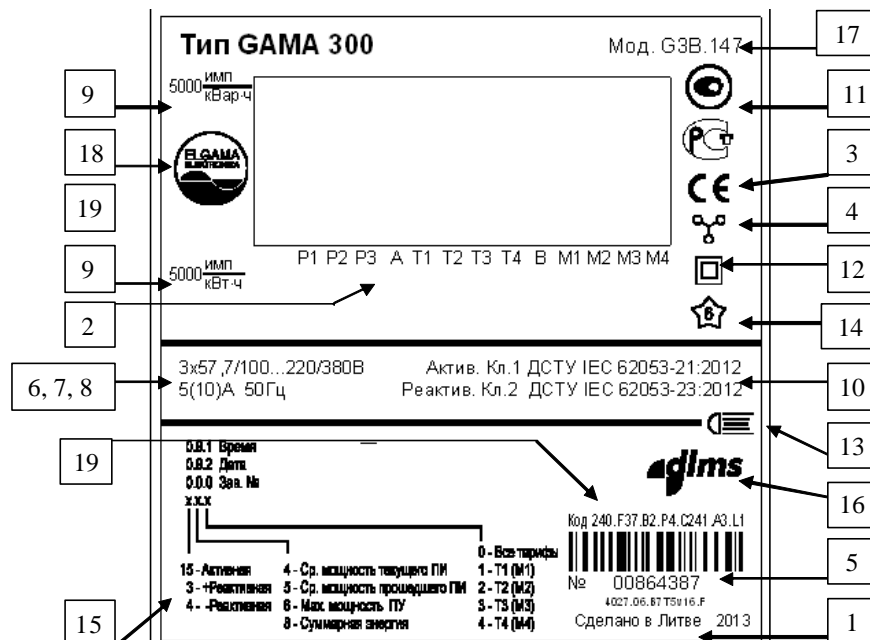

Рис. 3: Щиток счетчика G3B
В коде заказа указывается, какой резервный источник питания имеется в счетчике (Рис. 3). Заменяемая батарея вмонтирована в верхнем правом углу счетчика под силиконовой защитой. Пломбируемые дверки батареи расположены в верхнем правом углу счетчика. Дверки имеются независимо от того, какая батарея вмонтирована в счетчике, заменяемая или незаменяемая. Пломбируемая кнопка расположена под дверками батареи и доступна только тогда, когда дверка батареи открыта (см. Рис. 1).
Информация, нанесенная на щитке, соответствует требованиям стандарта EN 50470-1 и директивы 2004/22/ЕВ и стандартом МЭК 62052-11, также, как и идентификация основных данных, отображаемых на индикаторе ЖКИ. Образец щитка показан на рисунке (Рис. 3).
14. **Период учета.** Сегмент светится – зафиксировано воздействие на счетчик магнитным полем или открытие крышек; сегмент не светится – возможно ручное закрытие периода учёта; сегмент моргает – период учёта закрыт, пломбированная кнопка заблокирована, (символ «В» напечатан на щитке под соответствующим сегментом (Рис. 3). Если одновременно зафиксировано воздействие на счетчик и период учёта закрыт, то индикация закрытия периода учёта имеет более высокий приоритет, т.е. сегмент моргает.